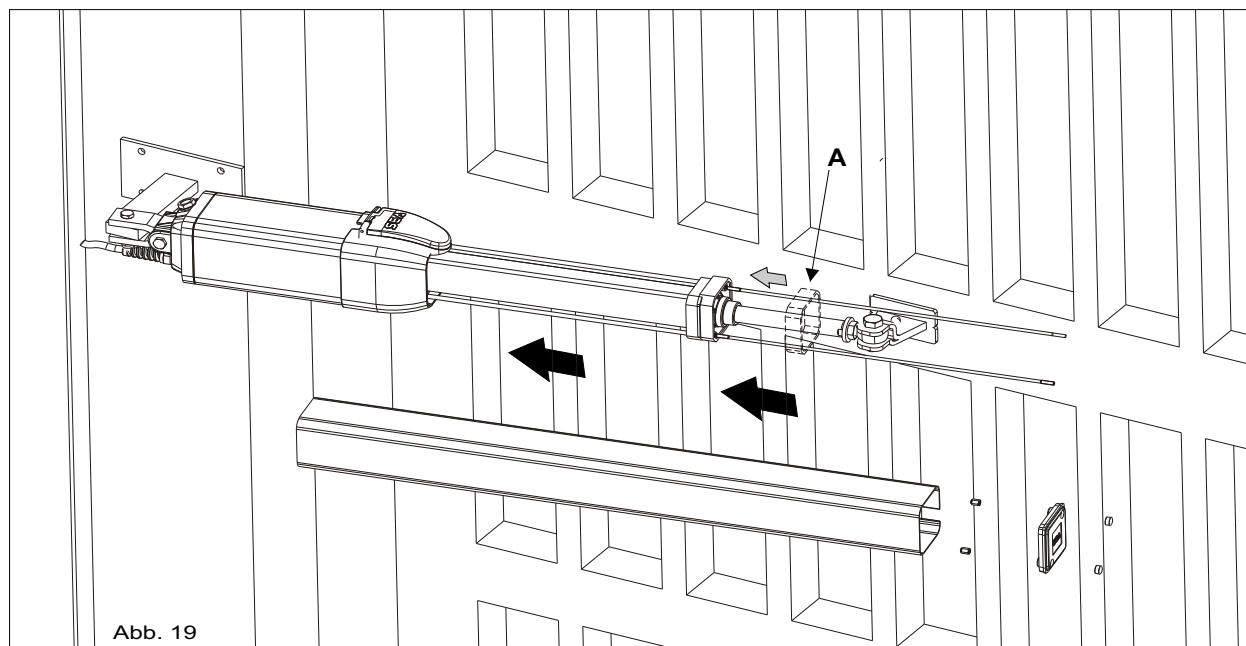

Abb. 19
Vor Installation der Kolbenabdeckung (Abb. 19), muss der Antivibrationsrahmen aus Plastik eingeführt werden (A)